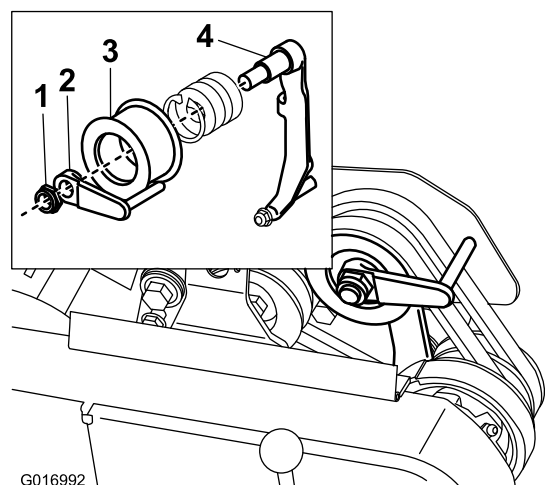

Figure 44
8. Pour pousser ou tirer la machine plus facilement sans mettre le moteur en marche, réglez le guide de courroie (Figure 44, détail) comme suit :